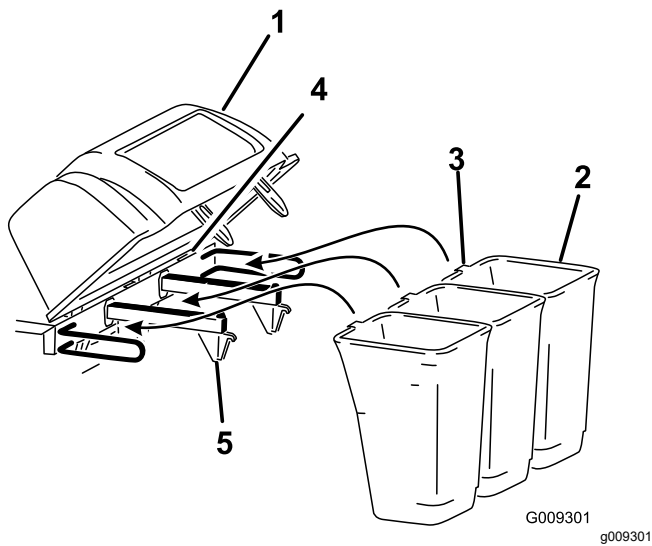

Bild 9
6. Setzen Sie die Grasfangkorbnase in die Kerbe in der Abdeckung ein (**Bild 8** oder **Bild 9**).